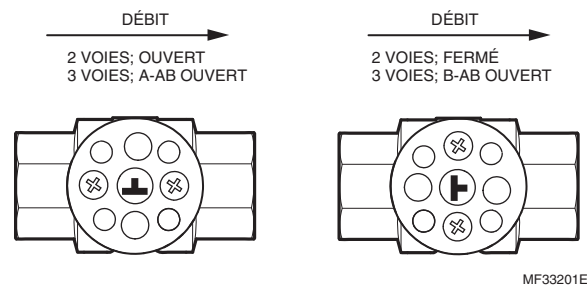

Fig. 33.
3. Retirez l'actionneur. Assurez-vous que le clapet est fermé. Le symbole T sur la tige doit être orienté comme sur le dessin de droite de la Fig. 33 ci-dessous.
7. Insérez la tige neuve. N'oubliez pas d'aligner la clavette au bas de la tige avec la fente de la bille et d'aligner le symbole T de la tige neuve exactement comme sur l'ancienne tige, comme le dessin de droite de la Fig. 33 ci-dessous.